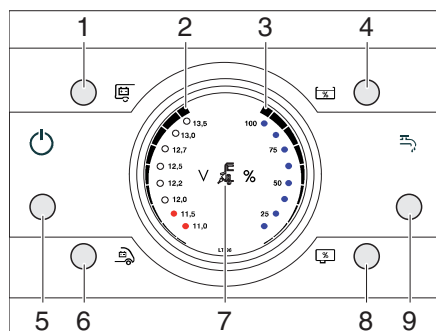

Fig. 227 Panel LT 96
La luz de control de 230 V (Fig. 227,7) se enciende cuando hay tensión de red en la entrada del bloque eléctrico.
El interruptor principal de 12 V (Fig. 227,1) conecta y desconecta el panel y la alimentación de 12 V del habitáculo.
- Pulsar brevemente la tecla Interruptor principal de 12 V (Fig. 227,1). La alimentación de 12 V del habitáculo está conectada. El LED de control se enciende.
- Pulsar brevemente la tecla Interruptor principal de 12 V (Fig. 227,1). La alimentación de 12 V del habitáculo está desconectada. El LED de control se apaga.
Con las teclas Batería del habitáculo (Fig. 227,1) y Batería del motor de arranque (Fig. 227,6) se muestra el estado de carga de la batería restante en la pantalla.
- Pulsar la tecla Batería del habitáculo (Fig. 227,1).
Se muestra la carga de la batería (Fig. 227,2).
- Pulsar la tecla Batería del motor de arranque (Fig. 227,6).
Con las teclas Nivel de llenado depósito de agua (Fig. 227,4) y Nivel de llenado depósito de aguas residuales (Fig. 227,8) se pueden mostrar la cantidad de agua y la cantidad de las aguas residuales.
- Pulsar la tecla Nivel de llenado depósito de agua (Fig. 227,4).
Se muestra el nivel de llenado del depósito de agua (Fig. 227,3).
- Pulsar la tecla Nivel de llenado depósito de aguas residuales (Fig. 227,8).
Se muestra el nivel de llenado del depósito de aguas residuales (Fig. 227,3).
Con la tecla Bomba de agua ON / OFF (Fig. 227,9) se puede activar o desactivar la bomba de agua. El cambio real en la bomba de agua es cuando se abre un grifo de agua con la bomba de agua activada. Si la bomba de agua está desactivada, la bomba de agua permanece también apagada al abrir un grifo de agua.
- Pulsar brevemente la tecla Bomba de agua ON / OFF (Fig. 227,9).
El LED "11,0 V" en el visualizador (Fig. 227,2) parpadea cuando la tensión de la batería cae por debajo de 11 V (medición durante la operación) y por lo tanto pone en peligro con la descarga total.